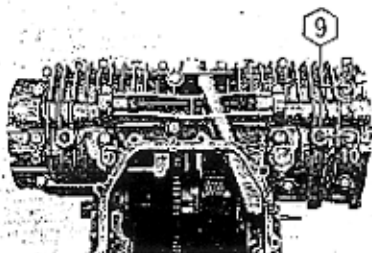

Fig. 3-101 Bulloni da 8 mm.
Tagliare un pezzo di filo plastigage della stessa lunghezza del perno che va misurato. Collocare il pezzo di filo sul cuscinetto parallelamente all'albero motore, montare l'albero e serrare i carter nel modo indicato in fig. 3-101.
2. Piazzare il motore in posizione rovesciata, tenendo bene uniti i due carter ed installare i dieci bulloni da 8 mm. Serrare i bulloni da 8 mm, nell'ordine indicato in fig. 3-101, fino a una coppia di 2,3-2,5 kgm. Quindi serrare i tredici bulloni da 6 mm. (fig. 3-102).